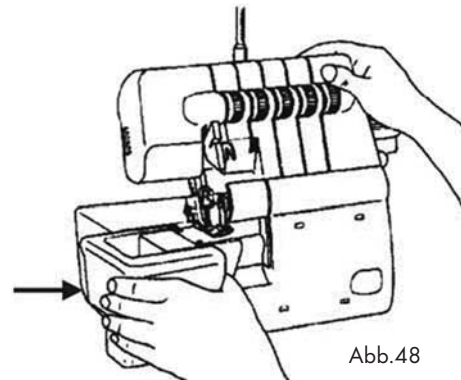

Abb.48
- Um den Freiarmdeckel wieder aufzusetzen, schieben Sie ihn soweit auf den Freiarm 12, bis er einrastet und fest sitzt (Abb. 48).